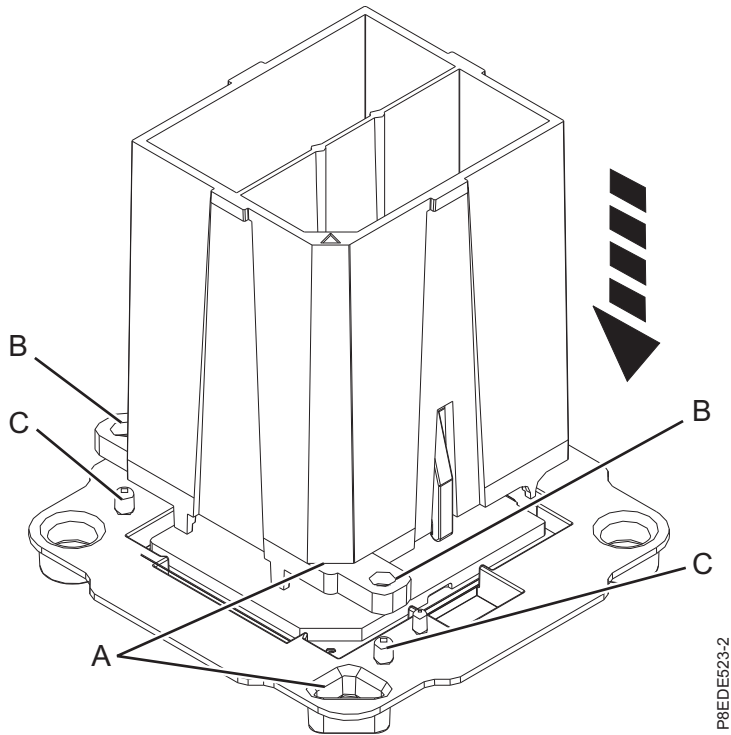
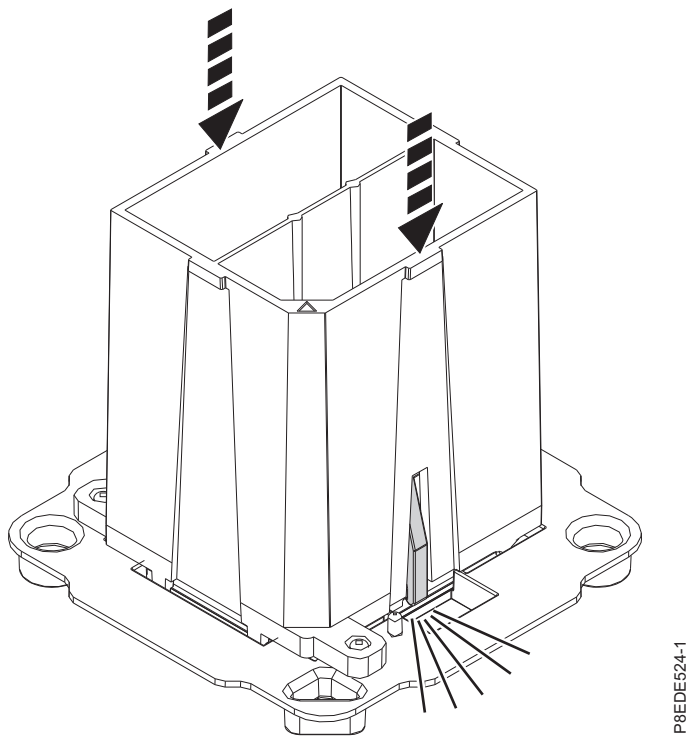

Figure 10. Préparation à l'installation du module processeur système
Figure 11. Fixation du module processeur système dans l'outil
- a. Retirez le module processeur de remplacement du bac de transport. A l'aide de l'outil de retrait fourni, alignez l'angle biseauté (A) de ce dernier avec l'angle biseauté du module, comme illustré dans la figure 10, à la page 12.
- b. Abaissez l'outil sur le module processeur système en vérifiant bien que les deux broches de guidage (C) s'insèrent dans les trous d'alignement (B) de chaque côté de l'outil, comme illustré dans la figure 10, à la page 12. Ensuite, appuyez sur l'outil pour fixer le module processeur système dedans, comme illustré dans la figure 11, à la page 12. N'appuyez pas sur les pattes de déverrouillage de couleur bleue, des instructions ultérieures vous inviteront à le faire.